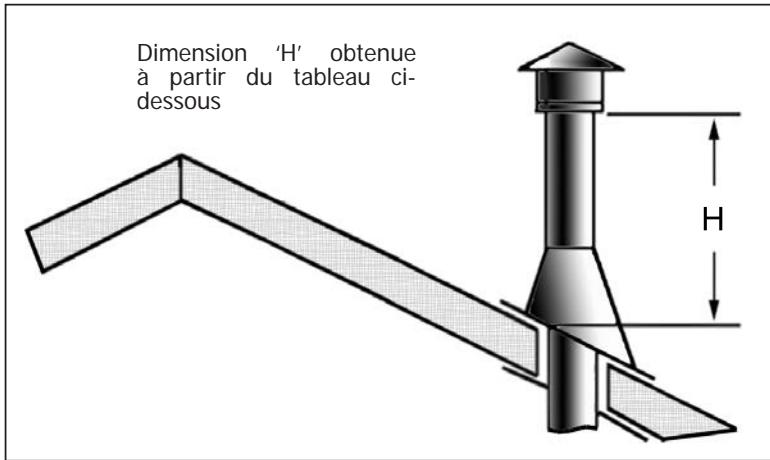

Figure 69: Hauteur de la Terminaison Verticale;
Étape 4. Mesurez la pente du toit. Sélectionnez le bon solin et le col tempête et déterminez la hauteur au-dessus du toit (voir Figure 69). Un matériau de tuyauterie non corrosif doit être utilisé pour toutes les longueurs de tuyau extérieur. Sceller les têtes de clous avec du silicone.
Table 7: Minimum 'H' pour Figure 69.